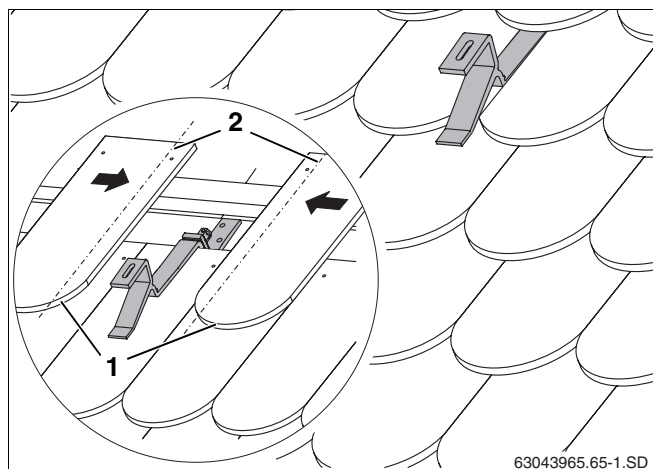

Fig. 20 Ganci da tetto con tetto coperto
- Tagliare gli embrici adiacenti (fig. 20, **pos. 1**) (linea tratteggiata, fig. 20, **pos. 2**).